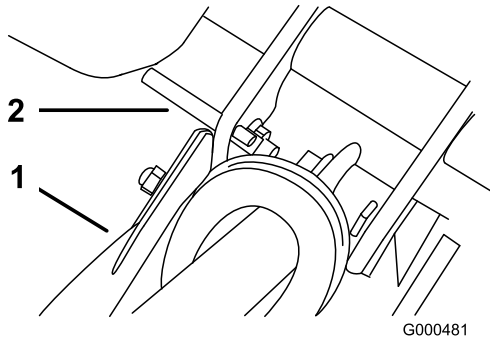

図 44
2. キック・スタンドを立てる。キック・スタンド取り付けボルトの上にあるフレームの穴に、6 mm 径のピン（図 44）を差し込む。